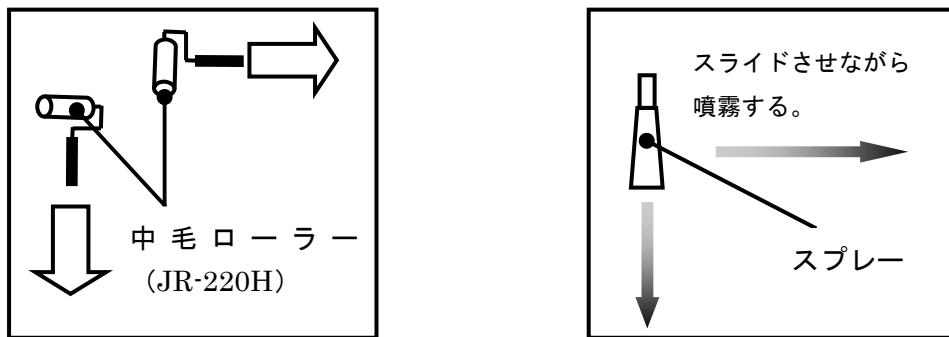

図 1
- ・塗膜に転写液 JT-180Nをローラー又はスプレーで塗布してください(図1)。